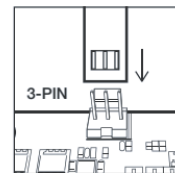

Рисунок 2 / 2-сурет
- > Подключите кабель тахометра к разъему CPU_FAN на материнской плате (рис. 2).